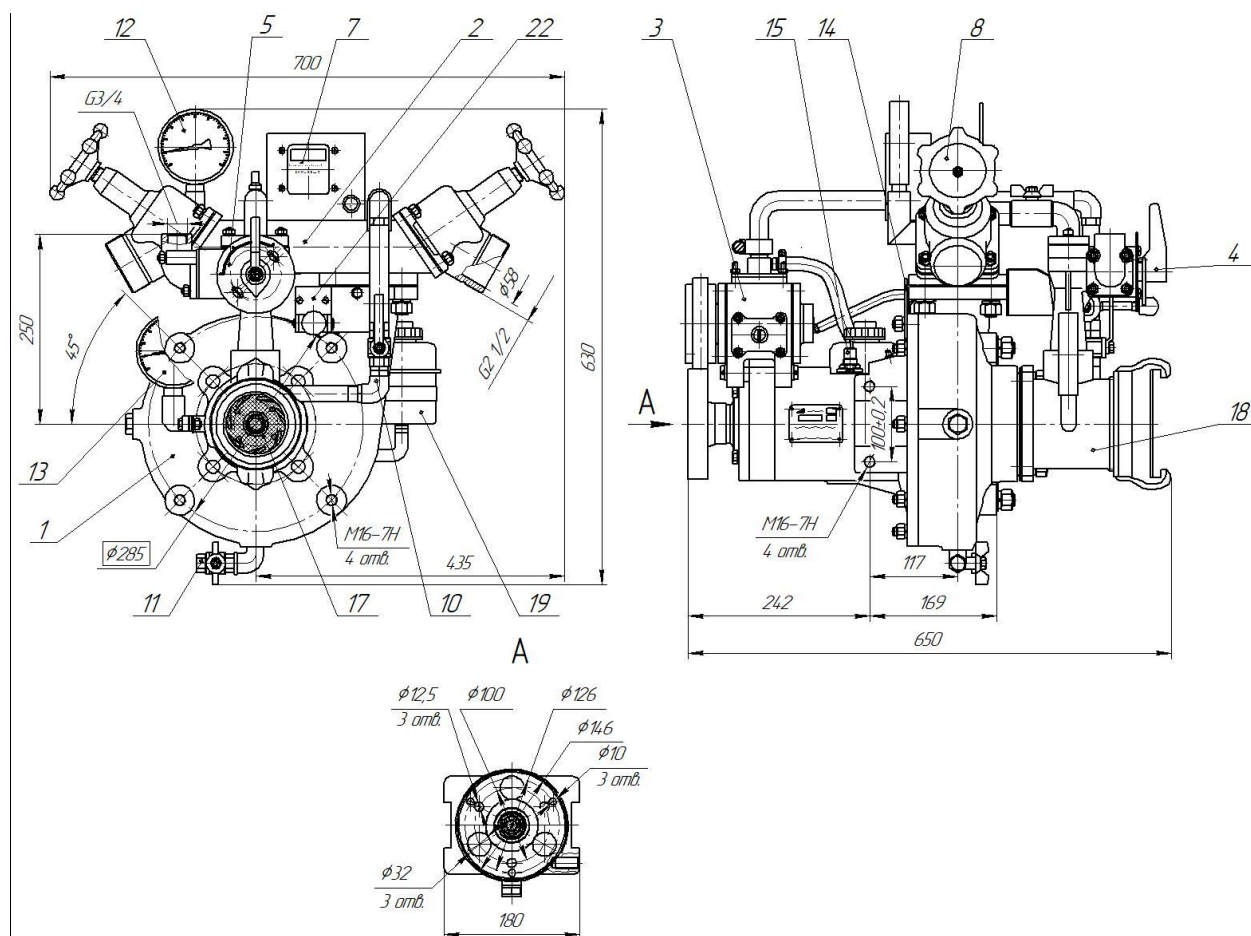

Рис.1 Насос центробежный пожарный нормального давления НЦПН-20/100.01
**10.4. Перемещение насоса осуществлять строго за специально установленные места - пластины с отверстиями для захвата поз. 14 (рис. 1). Перемещение насоса другим способом может повлечь за собой механические повреждения, влияющие на работу насоса. В этом случае завод снимает с себя гарантийные обязательства.**